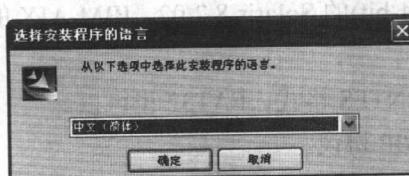

图 1-2 “选择安装程序的语言”对话框
(1) 首先，需要安装 Install License Server。单击 Install License Server 按钮将打开如图 1-2 所示的“选择安装程序的语言”对话框。